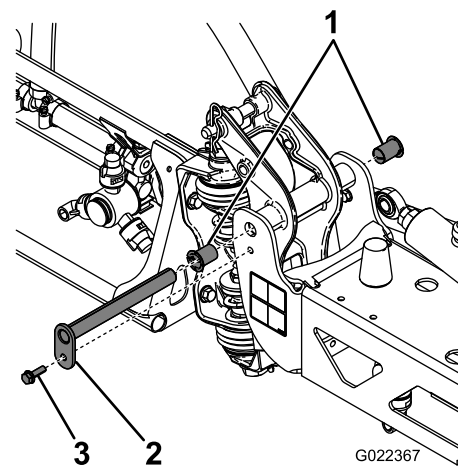

Figure 63
3. Lorsque le poids de la rampe est supporté, retirez le boulon et l'écrou de fixation de l'axe de pivot à l'ensemble rampe (Figure 63).
4. Retirez le boulon et l'écrou qui fixent l'axe de pivot puis déposez l'axe (Figure 63).
- Déposez et examinez les bagues en nylon à l'avant et à l'arrière du support de pivot (Figure 63).
- Appliquez une petite quantité d'huile sur les bagues en nylon et montez-les sur le support de pivot (Figure 63).
- Montez l'ensemble rampe et support de pivot dans le cadre central en alignant les trous (Figure 63).